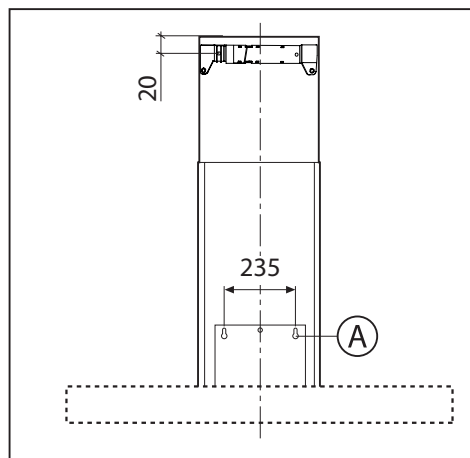
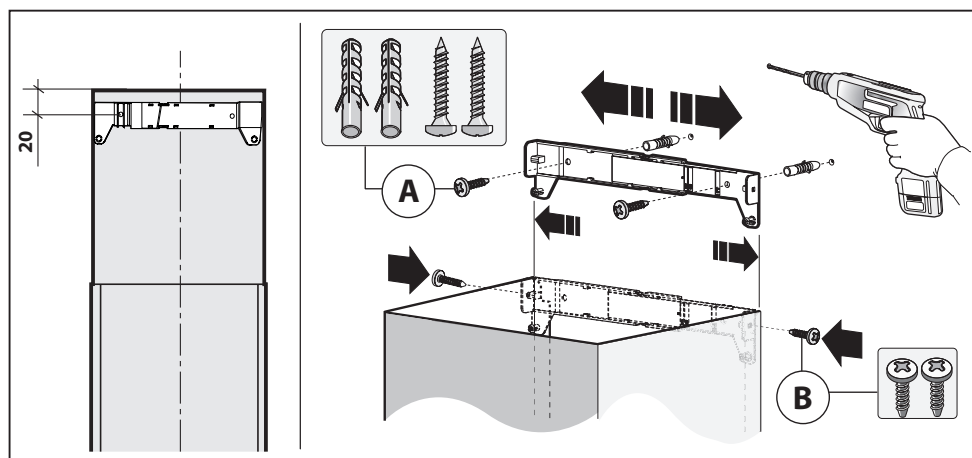

Fig.2
Fig.4
-Eseguiere i fori **A** rispettando le quote indicate (Fig.2).
-Regolare la larghezza della staffa di supporto del camino decorativo superiore (Fig.4).
-Successivamente fissarla al muro in modo che sia in asse con la vostra cappa tramite le viti **A** (Fig.4) e rispettando la distanza dal soffitto indicata in Fig.2.